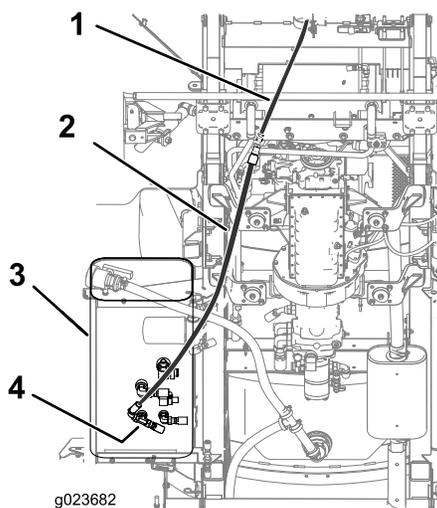

Figura 3
4. Collegare il flessibile idraulico al flessibile in dotazione in questo kit (Figura 3).
5. Rimuovete il flessibile attualmente installato nel serbatoio idraulico nel punto indicato del raccordo a T come mostrato in Figura 3.
6. Sostituite il raccordo indicato con il raccordo a T e installate il flessibile che avevate precedentemente rimosso assieme al flessibile in dotazione con il kit (Figura 3).